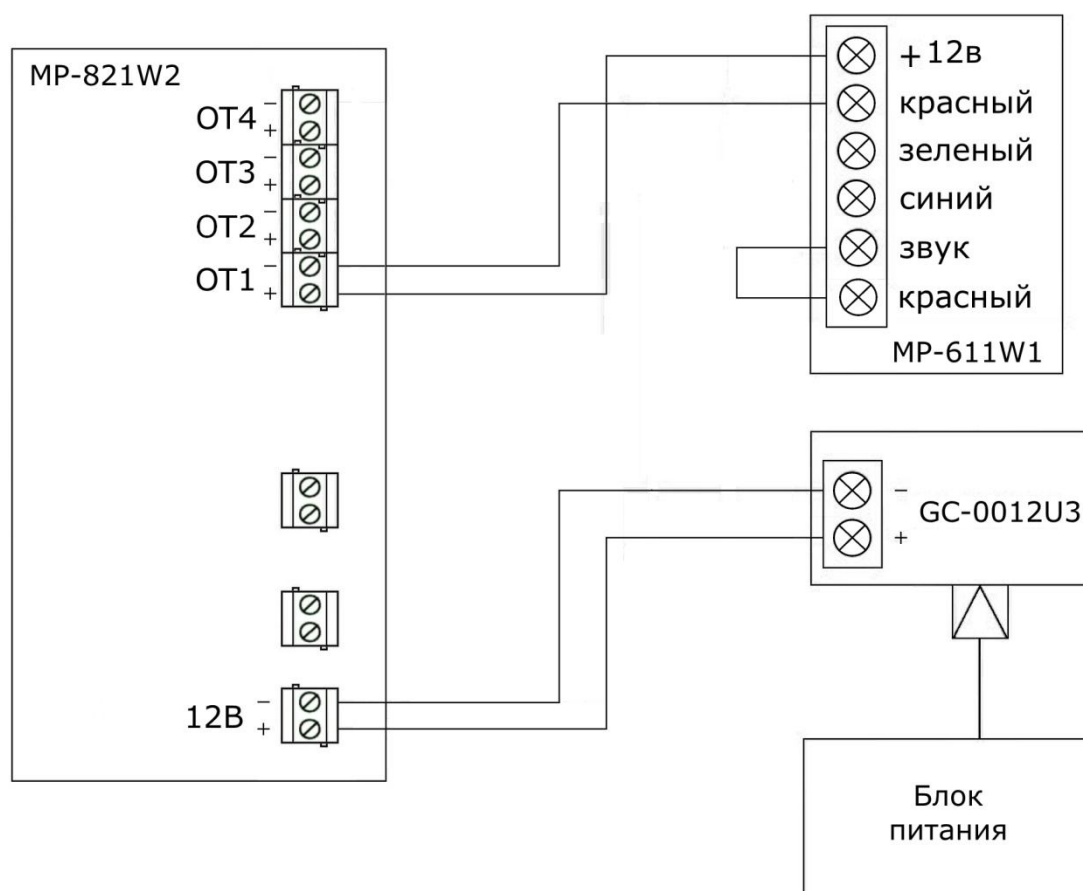

Рисунок 6.1. Схема соединений комплекта MP-920W8
Схема соединений комплекта приведена на рис.6.1.
4. Проложить 2-х проводный одножильный кабель от 4-х канального радиоприемника MP-821W2 и подключить к соответствующим клеммам: от клеммы **+OT1** 4-х канального радиоприемника к клемме **+12в**, от клеммы **OT1-** 4-х канального радиоприемника к клемме **красный** (см. рис.6.1).
5. Проложить 2-х проводный одножильный кабель от сигнальной лампы MP-611W1 и подключить к клеммам **+ОТ1-**: от клеммы **красный** сигнальной лампы к клемме **ОТ1-**, от клеммы **+12в** сигнальной лампы к клемме **+ОТ1** (см. рис.6.1).
В соответствии со схемой соединений на рис. 6.1 проложить электрический провод сечением 0,5 мм² от 4-х канального радиоприемника MP-821W2 и подключить к винтовым клеммам адаптера-блока защиты «Выход 1» или «Выход 2», обозначенным +/-, соблюдая полярность. Штекер блока питания необходимо подключить к входному разъему «12В» на адаптере-блоке защиты GC-0012U3. Затем включить вилку сетевого шнура в электрическую розетку сети 220в. На адаптере-блоке защиты должны загореться 2 два светодиода (красный и зелёный), что сигнализирует о наличии напряжения от блока питания (красный) и на линии (зеленый). Если горит только красный индикатор, то это сигнализирует о коротком замыкании на линии питания 4-х канального радиоприемника. Кроме того, на 4-х канальном радиоприемнике также должны загореться светодиодные индикаторы наличия питания.